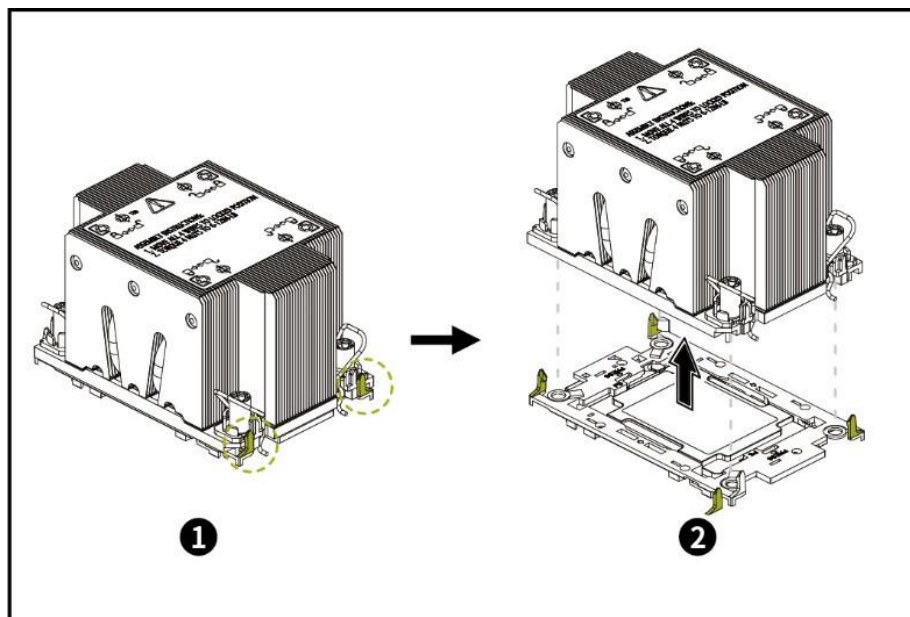

Рисунок 62 – Отделение радиатора от процессора с кронштейном
- Отстегните четыре треугольные фиксатор кронштейна процессора, чтобы отделить радиатор от процессора (см. рисунок 62).